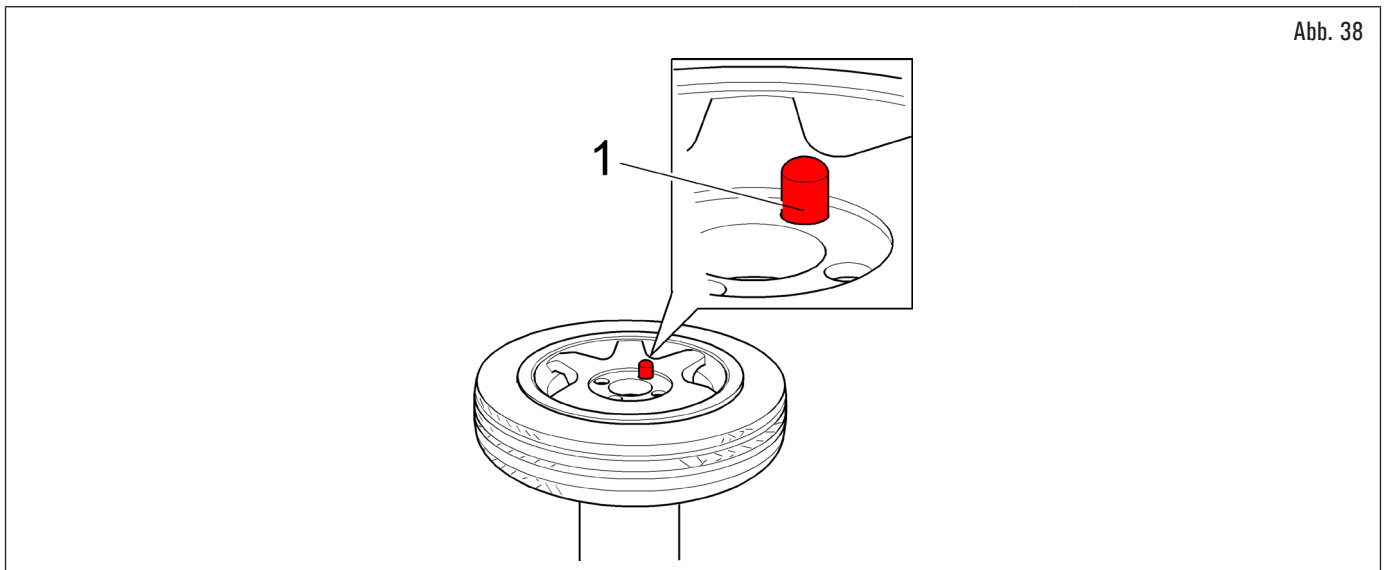

Abb. 38
1. das Rad mit der frontalen Seitenhubvorrichtung auf dem gummierten Teller in Stellung bringen und dabei so vorgehen, dass sich der Führungstift (Abb. 38 Pkt. 1) in einem der Bohrlöcher in der Nabe der Felge verhakt;